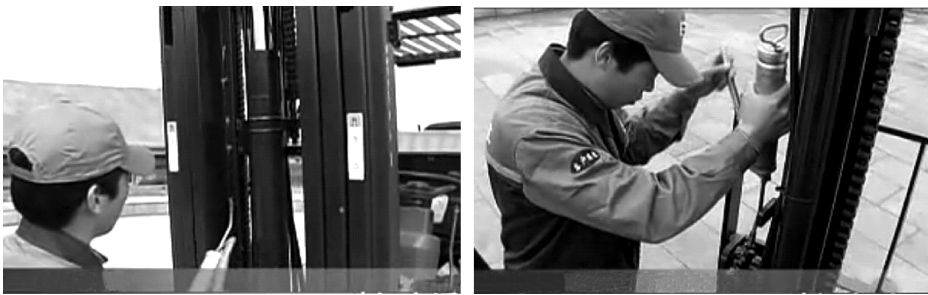

图 3-8 门架润滑
1) 加注润滑脂，向门架导轨连接轴加注润滑脂，如图 3-8 所示。